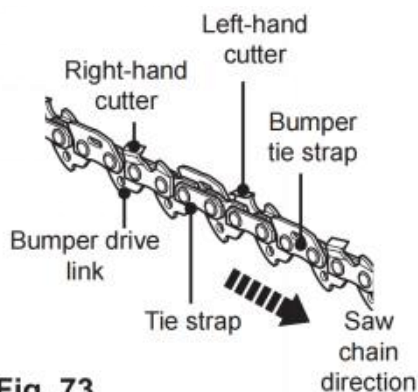

Fig. 73
2. Het hoogteverschil tussen de tand en de richel is de snijhoek. diepte. Bij het slijpen van de zaagketting (C12) moet je rekening houden met de volgende punten (Fig. 73).